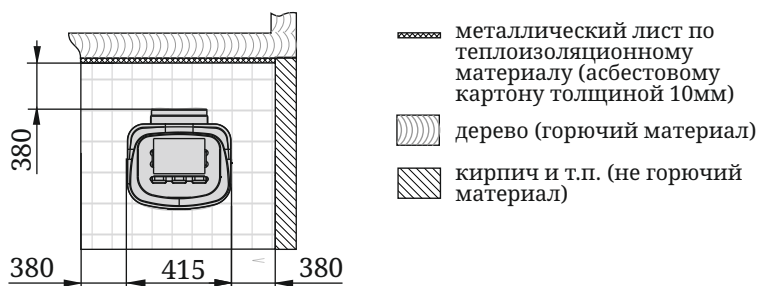

Рисунок 3. Монтаж площадки-постамента
- при напольной установке — под электрокаменкой необходимо сделать основание из кирпича или другого негорючего материала или площадку-постамент из негорючего материала высотой 100 мм от уровня деревянного пола. Габариты площадки должны быть такие, чтобы минимальное расстояние от электрокаменки до краев площадки составляло не менее 380 мм (рисунок 3). На пол из негорючего материала электрокаменка устанавливается без дополнительного постамента.
Установите печь на специально подготовленное место для ее эксплуатации (рисунок 3). Убедитесь, что электрокаменка собрана и установлена в соответствии с требованиями СП 7.13130.2013 и настоящего руководства.